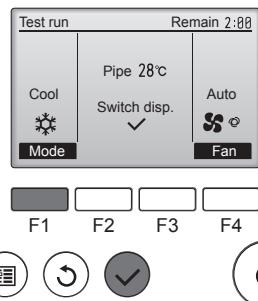

Fig. 8-3
- ① Prima o botão [F1] para alterar o modo de funcionamento. (Fig. 8-3)